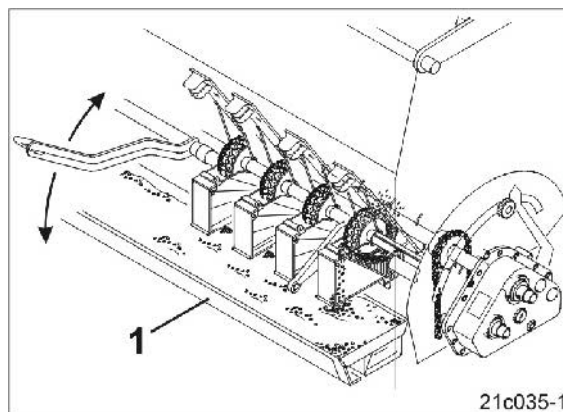

Рис. 126
4. Установите лотки для пробного высева (Рис. 126/1) на панель с воронками.